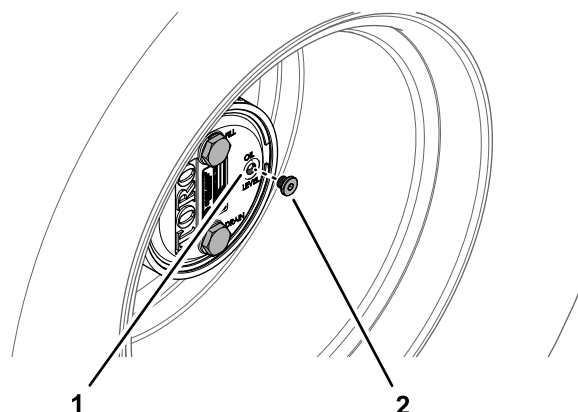

**Figura 66**
1. Aparque la máquina en una superficie nivelada y coloque la rueda con el tapón de llenado en la posición de las 12, el tapón de verificación en la posición de las 3 y el tapón de vaciado en la posición de las 6 (**Figura 66**).
2. Retire el tapón de verificación de la posición de las 3 (**Figura 66**).
1. Aparque la máquina en una superficie nivelada y coloque la rueda con el tapón de llenado en la posición de las 12, el tapón de verificación en la posición de las 3 y el tapón de vaciado en la posición de las 6; consulte la Figura 66 en Comprobación del lubricante de la caja de engranajes planetarios (página 65).